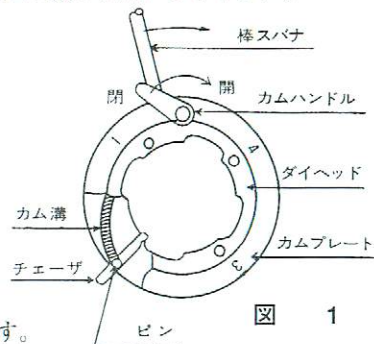

図 1
- (1) 主軸に取付けたままでカムハンドルが上にきた位置で止め、カムハンドルの裏面にある六角ナットを緩める。
- (2) 棒スパナをダイヘッドのカムプレート外周にある穴にさし込みバイス側より見て右側(図1矢印の方向)に廻しダイヘッドの裏面にある(六角ナット部)長穴いっぱいによせ六角ナットをかるく締める。そしてカムハンドルを右(図1開の方向)にたおす。
- (3) ダイヘッド本体のチェーザ溝とカムプレートの溝が合ったところでチェーザをぬき取れます。
- (4) チェーザ挿入溝の切り粉、ゴミ等を取りのぞきチェーザの1～4までの番号をダイヘッドの番号に合わせ、チェーザのピンがカムプレートについているカム溝におし当るまで差し込みカムハンドルを左(図1閉の方向)にたおして下さい。なお下方のチェーザは最後に挿入し、ぬけおちないように手でおさえて下さい。確実にチェーザが入っていないとカムハンドルはたおれません。(チェーザおよびカムハンドルはたたかないで下さい)
- (5) 六角ナットを緩め、カムプレートを左方向に廻しカムプレートの刻印とダイヘッド銘板の所定サイズ目盛に合せて下さい。太い目、細い目のネジを切るときはダイヘッド銘板の日盛基準線よりずらして調整して下さい。
- (6) ダイヘッドのカムハンドル開閉がおもくなったり、カムプレートの動きが悪くなる場合がありますから、ダイヘッドを分解し掃除して下さい。